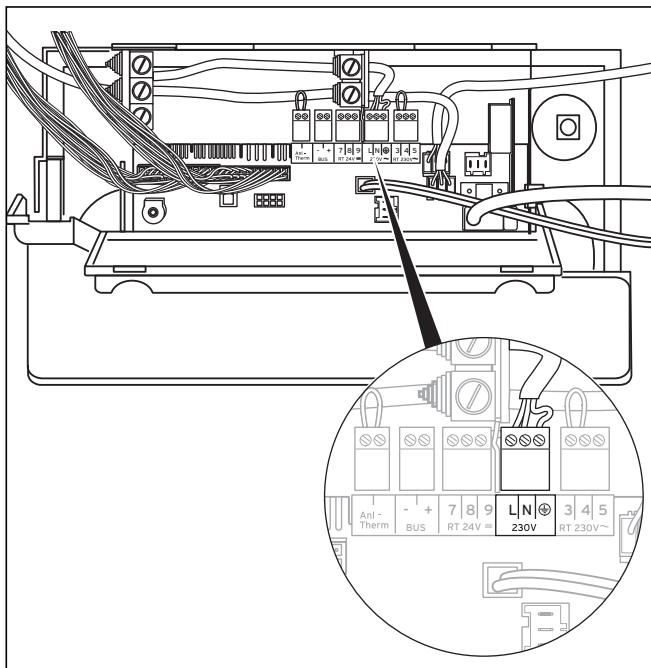

Fig. 5.13 Raccordement de l'alimentation réseau
- Disposez le câble d'alimentation secteur au niveau du raccord du boîtier de commande, comme illustré sur la Fig. 5.13.